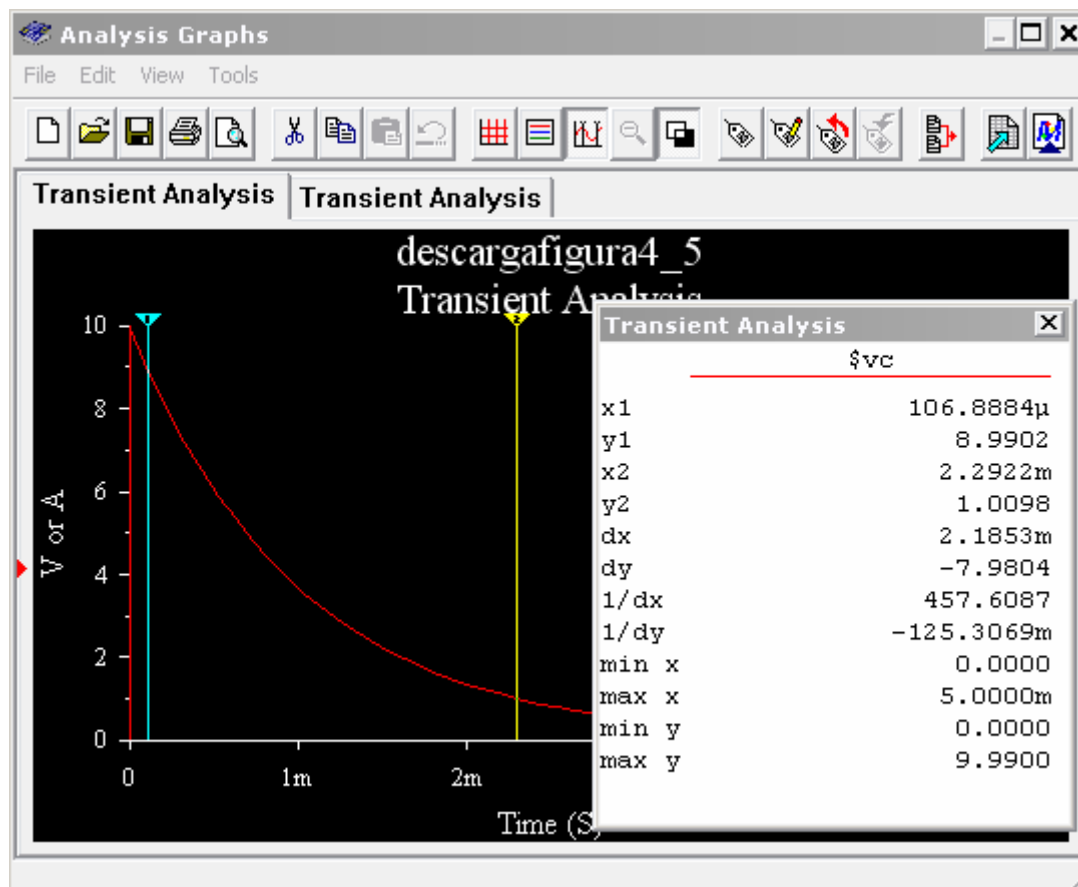

Figura 4.10. Resultados de la simulación
- En la Figura 4.10 se puede ver el resultado de la simulación. Activando los cursores se abre una ventana pequeña en la que se da información detallada de la señal. Por ejemplo, se pueden utilizar los cursores para la medida del tiempo de subida que es del orden de 2.2 ms.